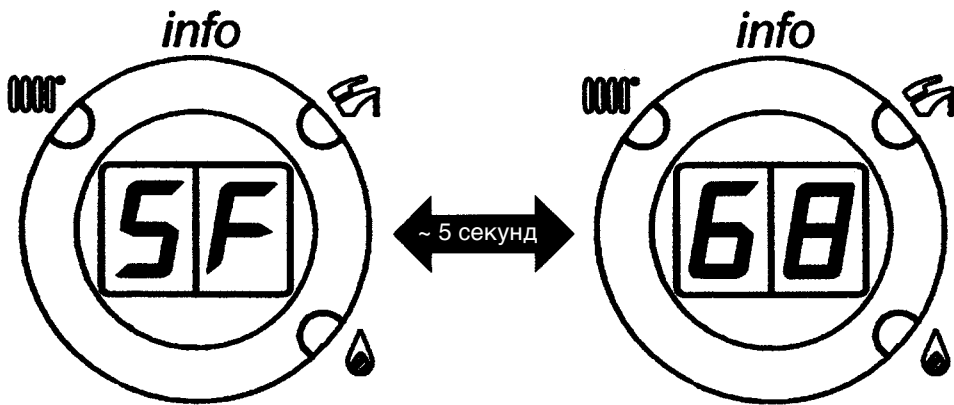

Рисунок 19
**ПРИМЕЧАНИЕ:** светодиоды 2 и 3 (рисунок 1) будут поочередно мигать, а на дисплее появится обозначение “SF” которое с 5-секундными интервалами будет чередоваться с величиной температуры воды, подаваемой в систему отопления (рисунок 19).